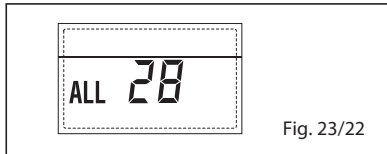

Fig. 23/22
- ANOMALIA NÚMERO DE PLAQUETAS CONNECTED "ALL 29" (fig. 23/23)